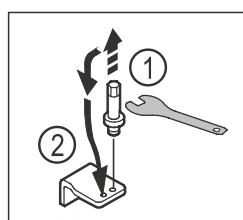

Fig. 21
- ▶ Выкрутите болт на нижнем опорном кронштейне при помощи ключа с наружным шестигранником SW5. *Fig. 21 (1)*
- ▶ Установите болт на противоположной стороне. *Fig. 21 (2)*